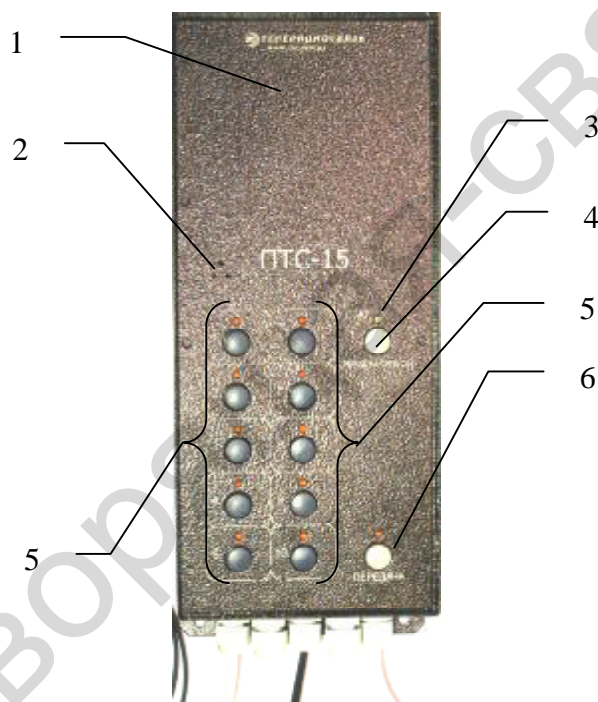
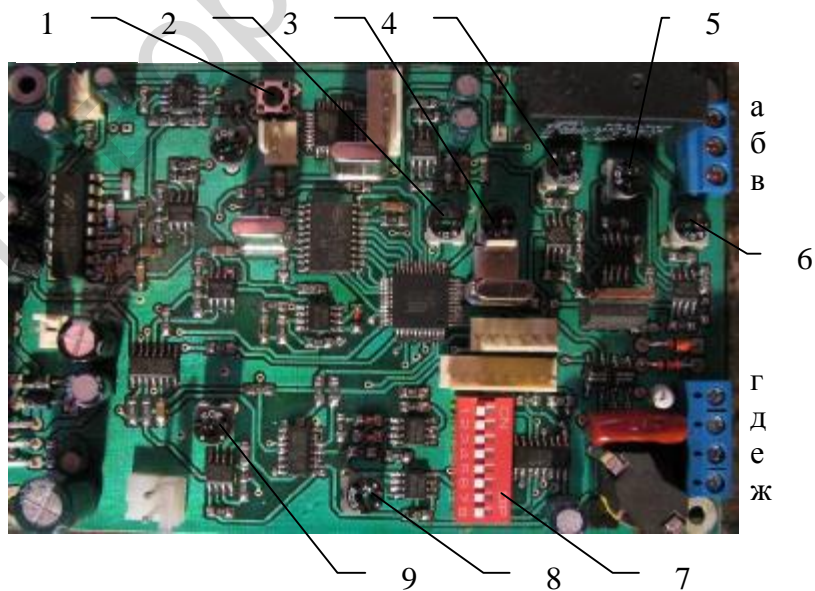

Рисунок 1.1 – Лицевая панель пульта ПТС-Х
Рисунок 1.3 – Элементы настройки ПТС-Х
Все регулировки скрыты внутри корпуса и находятся на плате, которая закреплена на основании (рисунок 1.3):
2.2.3 При необходимости выполнить настройку и задать режимы работы пульта с помощью элементов настройки на плате (рисунок 1.3).
DIP-переключатель представляет собой 8 ключей в одном корпусе. Нумерация ключей (от 1-го до 8-ми) обозначена на самом корпусе (рисунок 1.3). Если положение ключа соответствует положению “On” (надпись на корпусе DIP-переключателя) соответствует замкнутому ключу. Ниже приводится таблица задаваемых режимов работы с помощью ключей DIP-переключателя.
Ручной режим работы: передача сигнала в линию по нажатию кнопки “ПЕРЕДАЧА” (рисунок 1.1).
Тестовый режим работы позволяет занять линии посредством кнопки “ПРИНЯТЬ/ОТБОЙ” (рисунок 1.1) для настройки тока удержания линии и регулировки противоместной системы. При этом прием включен все время, а через 5 секунд после занятия линии устройство начнет выдавать периодические тоновые сигналы. Ток удержания линии настраивают с помощью измерителя тока, включенного в разрыв телефонной линии (стандартное значение около 35 мА). Противоместную систему настраивают по минимальному уровню периодических тоновых сигналов в громкоговорителе регулятором противоместной системы (рисунок 1.3). Во время настройки противоместной системы и тока удержания рекомендуется отключать функцию автоотбоя.
Функция автоотбоя позволяет автоматически освобождать линию по сигналам “Занято”. При использовании этой функции с нестандартной АТС рекомендуется выполнить настройку, для чего а) перейти в тестовый режим работы; б) занять линию с помощью кнопки “ПРИНЯТЬ/ОТБОЙ” (рисунок 1.1) и дождаться сигнала готовности АТС; в) однократно нажать кнопку настройки автоматического отбойника (рисунок 1.3) до того, как устройство начнет выдавать периодические тоновые сигналы; г) проверить работу автоматического отбоя по сигналам “Занято”; д) после успешной настройки отключить тестовый режим работы пульта.
В исходном состоянии пульта телефонная линия свободна. При этом индикатор состояния (рисунок 1.1) будет непрерывно гореть красным цветом.
Для набора номера абонента служат кнопки быстрого набора (см. рис. 1.1). Номер абонента набирается путем нажатия соответствующей кнопки быстрого набора, причем выбор отображается соответствующим индикатором над кнопкой. С момента набора номера происходит автоматическое занятие линии и набор номера (индикатор состояния будет моргать зеленым цветом). Если соединение произошло, то сеанс связи проводят с использованием кнопки “ПЕРЕДАЧА”. Завершить сеанс связи можно по нажатию на кнопку “ПРИНЯТЬ/ОТБОЙ”.